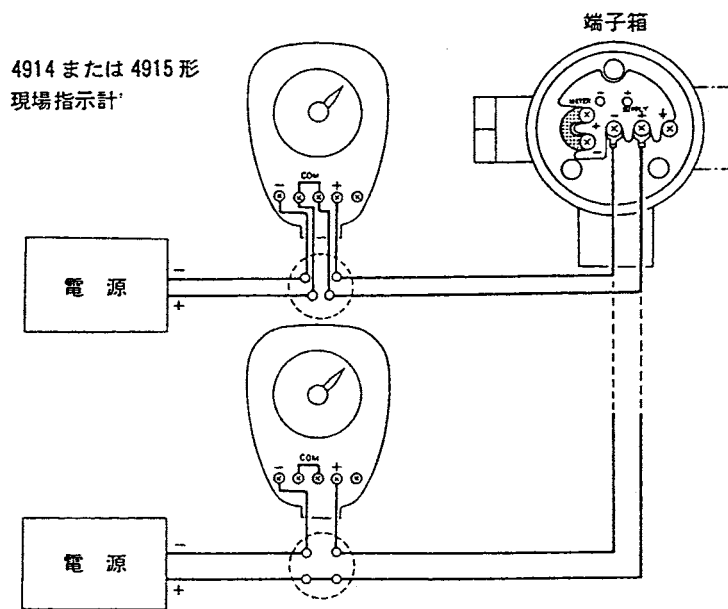

図 5.8 現場指示計の接続 (2)
- ④ (3)項の方法の他に，メータ接続端子のジャンパを取付けたまま図5.8のように配線することもできます。
- ⑤ 端子箱カバーを取付けます。耐圧特殊防爆形の場合は錠締金具を必ず締めてください。